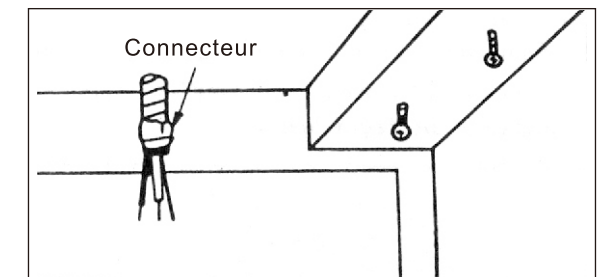

Fig. 10 Passez la corde électrique à travers le trou
- 6. Passez la corde électrique à travers le trou dans le cabinet ou le mur. (Fig. 10)